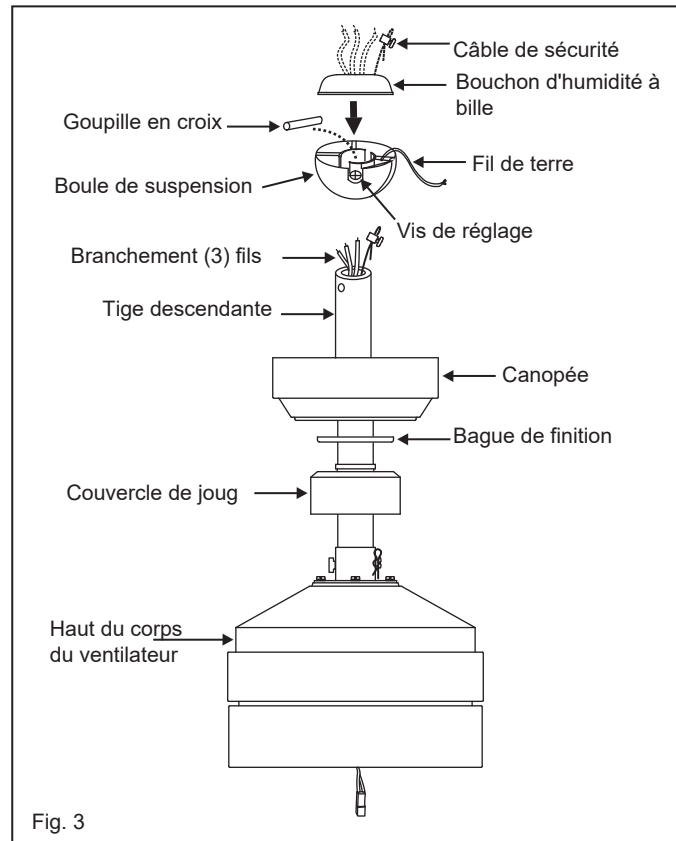

Fig. 3
- 6 Glissez le couvercle de la fourche, l'anneau de garniture et la verrière sur la tige de suspension. (Fig. 3)
- 8 Faites passer les fils dans les trous du capuchon anti-humidité de la bille en caoutchouc et faites glisser le capuchon sur le dessus de la bille. (Fig. 3)
- 1 Retirez la plaque murale existante et l'ancien interrupteur de la boîte de prise murale. (Fig. 3)